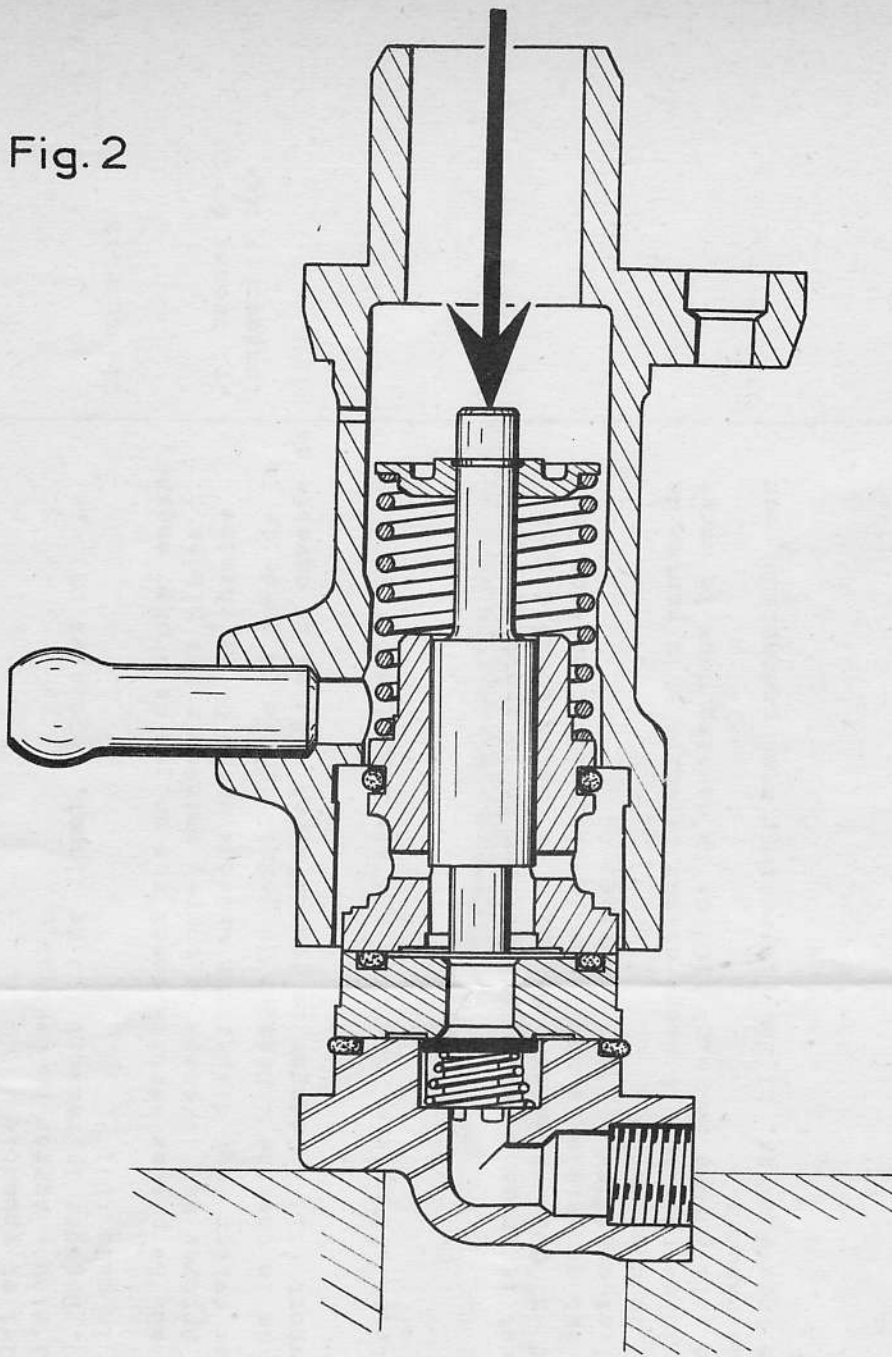

Fig. 3 - Orientation du bouchon par rapport au corps
présenter le corps de pompe sur l'ensemble des pièces (voir fig.3 pour orientation des orifices). Par l'alésage recevant le pousoir, pousser sur l'extrémité du piston (8) pour maintenir le clapet en place, puis engager le corps sur les différentes pièces en appuyant assez fortement. Faire attention à ne pas détériorer le joint (4) en fin d'emmanchement du corps. Le corps doit plaquer sur la cale (5) sinon le claquet n'est pas en place, les pièces ont bougé, il faut recommencer l'opération.